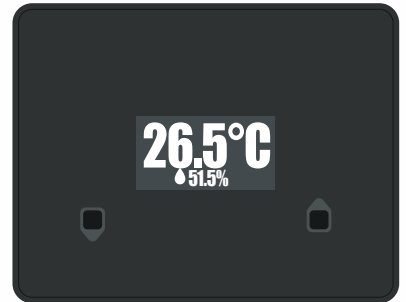

Abb. 1
- 7 Warten Sie ca. 2 Minuten, bis die Fühler offline sind (Abb. 1).
- 10 Warten Sie nach Abschluss der Adressänderung einige Sekunden, bis der Raumfühler zum Offline-Betriebsbildschirm zurückkehrt (Abb. 1).
- 3 Warten Sie ca. 2 Minuten, bis die Fühler offline sind (Abb. 1).
- 6 Warten Sie nach Abschluss der Änderung der gewünschten Parameter einige Sekunden, bis der Raumfühler zum Offline-Betriebsbildschirm zurückkehrt (Abb. 1)
- Stellen Sie sicher, dass die Verbindungen zwischen der an der Maschine montierten BMS-Platine und den verschiedenen Peripheriegeräten (Touch-HCC-Bedienfeld, HCC-ROOM-Fühler, HCC-FLOOR-Platine) den in Tab. 1, Abb. 1 und Abb. 2 gezeigten Verbindungen entsprechen.